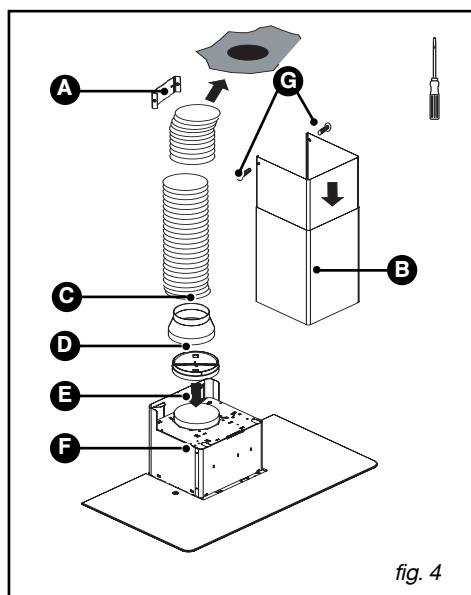

fig. 4
- Encaixe a extremidade do tubo na saída do motor (fig. 4).
- Prepare a chaminé telescópica, tendo o cuidado de dissimular os orifícios (fig. 4). Encaixe ao máximo as chaminés uma dentro da outra.
- Fixe a parte superior da chaminé (B /fig. 4) ao suporte metálico da mesma (A /fig. 4), utilizando os dois parafusos (G /fig. 4).